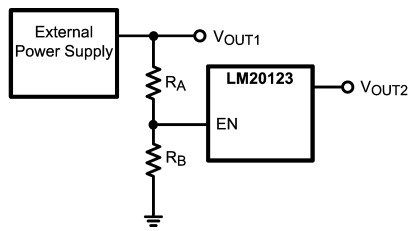

FIGURE 6. Sequencing LM20123 with Precision Enable
LM20123 の高精度イネーブル (EN) ピンおよびパワーグッド (PGOOD) ピンを使って、多くのシーケンス要件に対応できます。Figure 6 に示すとおり、2 つの外部抵抗を使用することにより、高精度イネーブル・ピンで LM20123 のターンオンを制御できます。